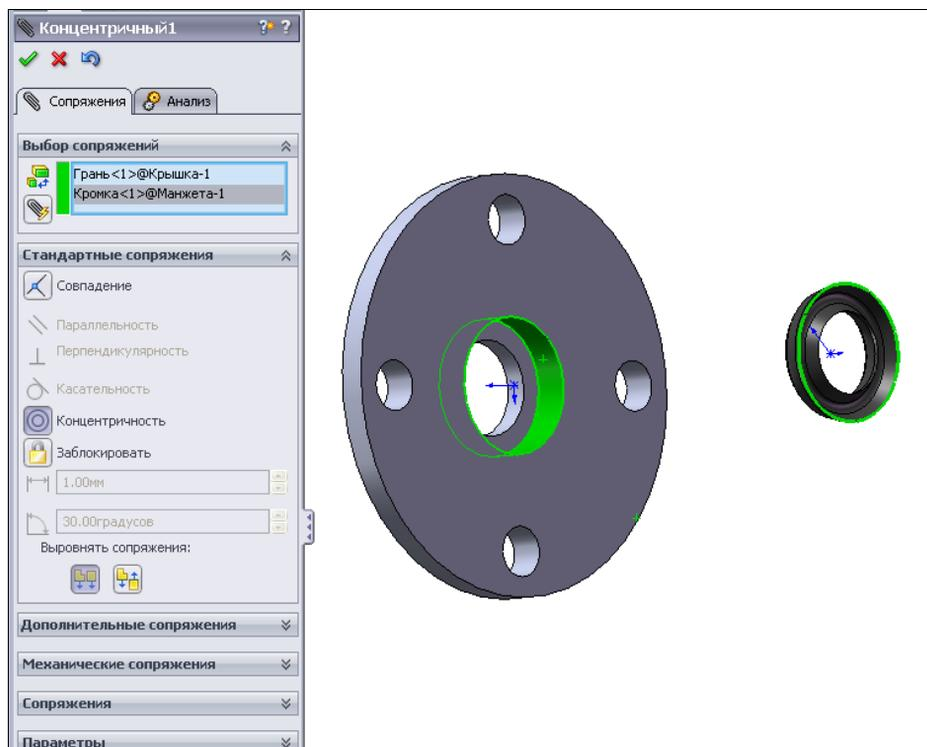

Рис. 6.21
- **Концентричность** — внутренней цилиндрической грани крышки и кромки манжеты (рис. 6.21);